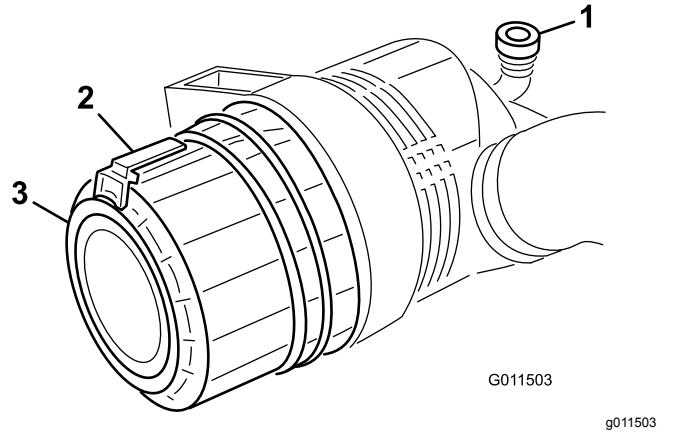

Bild 71
- Ziehen Sie den Riegel nach außen und drehen Sie die Luftfilterabdeckung nach links (Bild 71).
7. Setzen Sie die Abdeckung ein, richten Sie das Gummiablassventil (**Bild 71**) nach unten, ungefähr zwischen 17.00 und 19.00 Uhr (vom Ende her gesehen). Sichern Sie die Lasche.